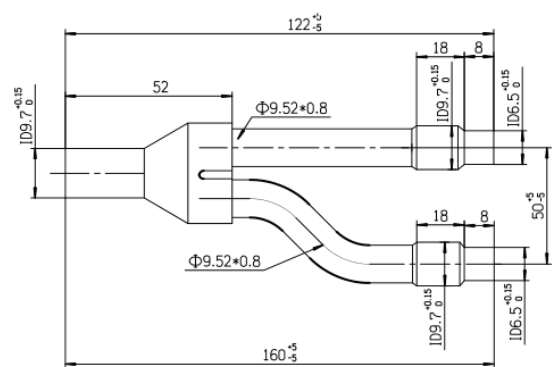

Рис.1.8
- В комплект BQ-101Y (AFG-00B) входят рефнеты для газовой и жидкостной трубы (рис. 1.8)
- Геометрические параметры рефнетов модели BQ-101Y (AFG-00B)(рис.1.8)